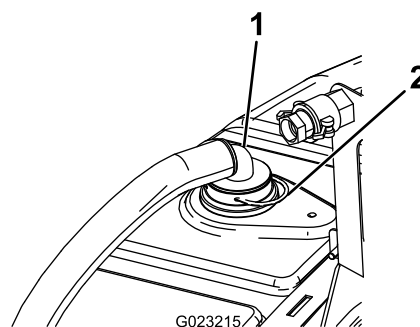

Figure 17
1. À l'aide d'une goupille de retenue, fixez le côté du flexible muni du raccord à 90° dans la traversée préalablement installée (Figure 17).